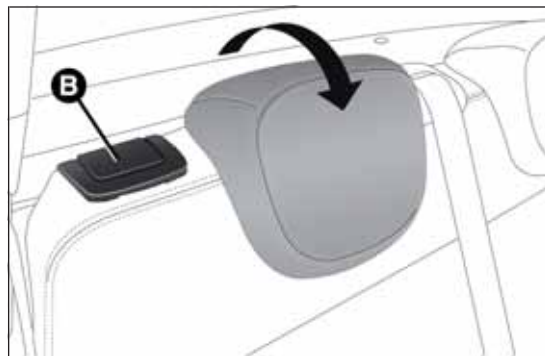
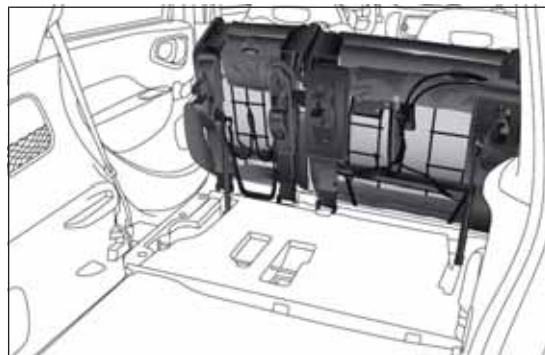

fig. 90
fig. 91
- ☐ sollevare la leva di sgancio B fig. 90 per ribaltare la porzione sinistra oppure destra dello schienale: lo schienale ed il cuscino verranno ribaltati automaticamente in avanti (vedere fig. 91). Se necessario accompagnare lo schienale nella prima parte del ribaltamento.